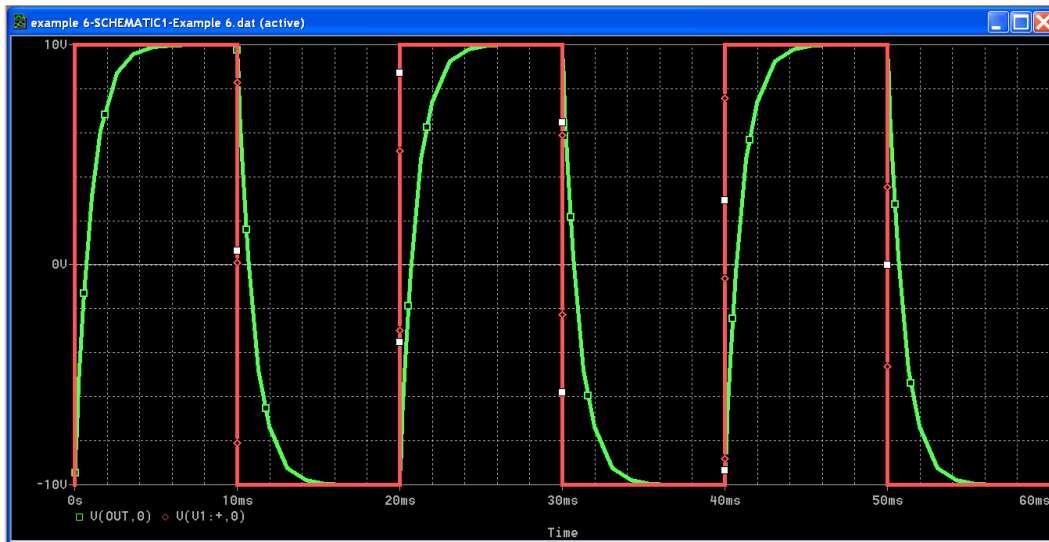
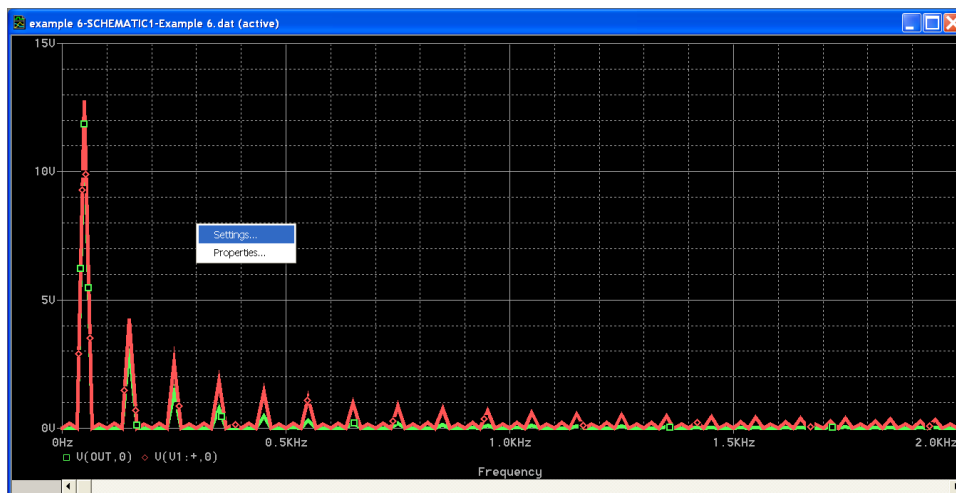
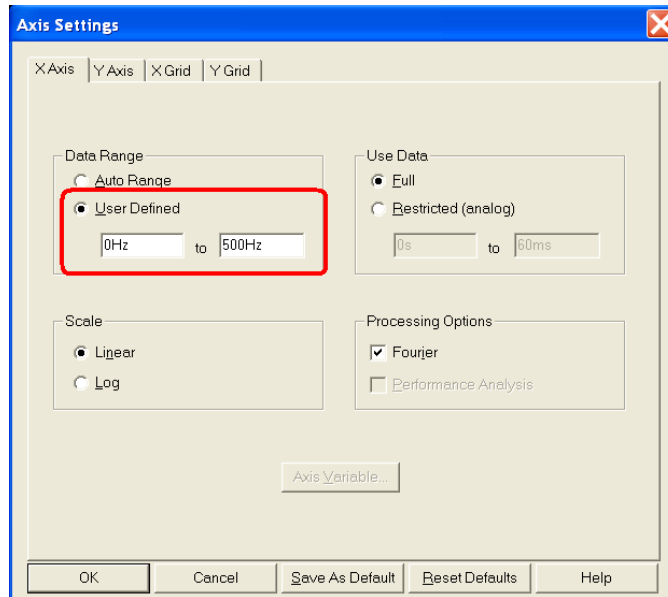
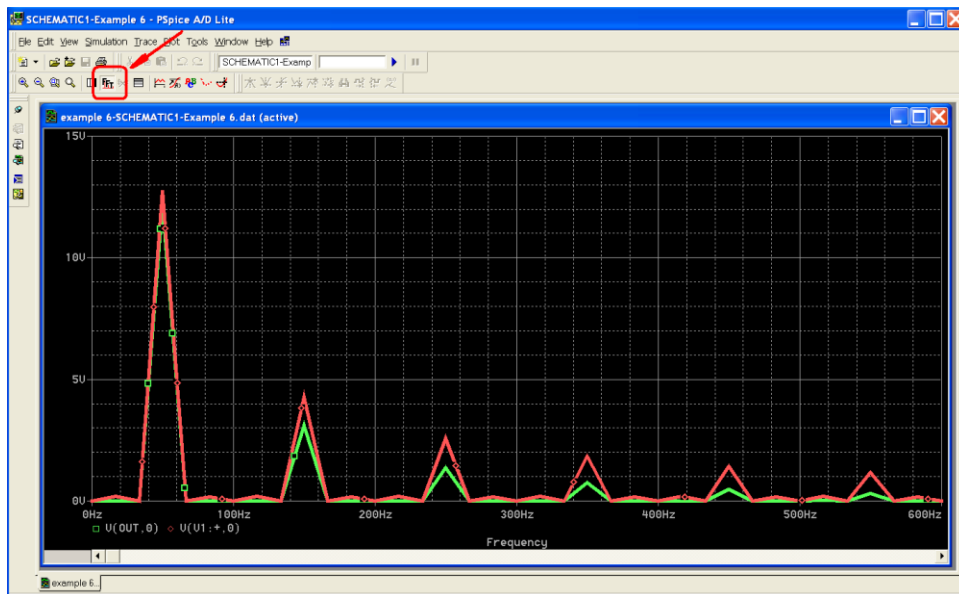

图 48. 运算结果
图 49. 傅里叶变换结果
图 50. 调节 X 轴长度到 500Hz
图 51. 最后的傅里叶变换结果
7.5 RUN 以后查看运算结果. (图 48)
- 1) 得到图 48 的结果以后在 Tool Bar 上面按这个  就可得到傅里叶变换结果, 见图 49.
- 2) 如果想看得清楚一点可以 Right Click->Settings(见图 49), 调节 X 轴长度到 500Hz, 见图 50. 最后的傅里叶变换结果显示在图 51 上.